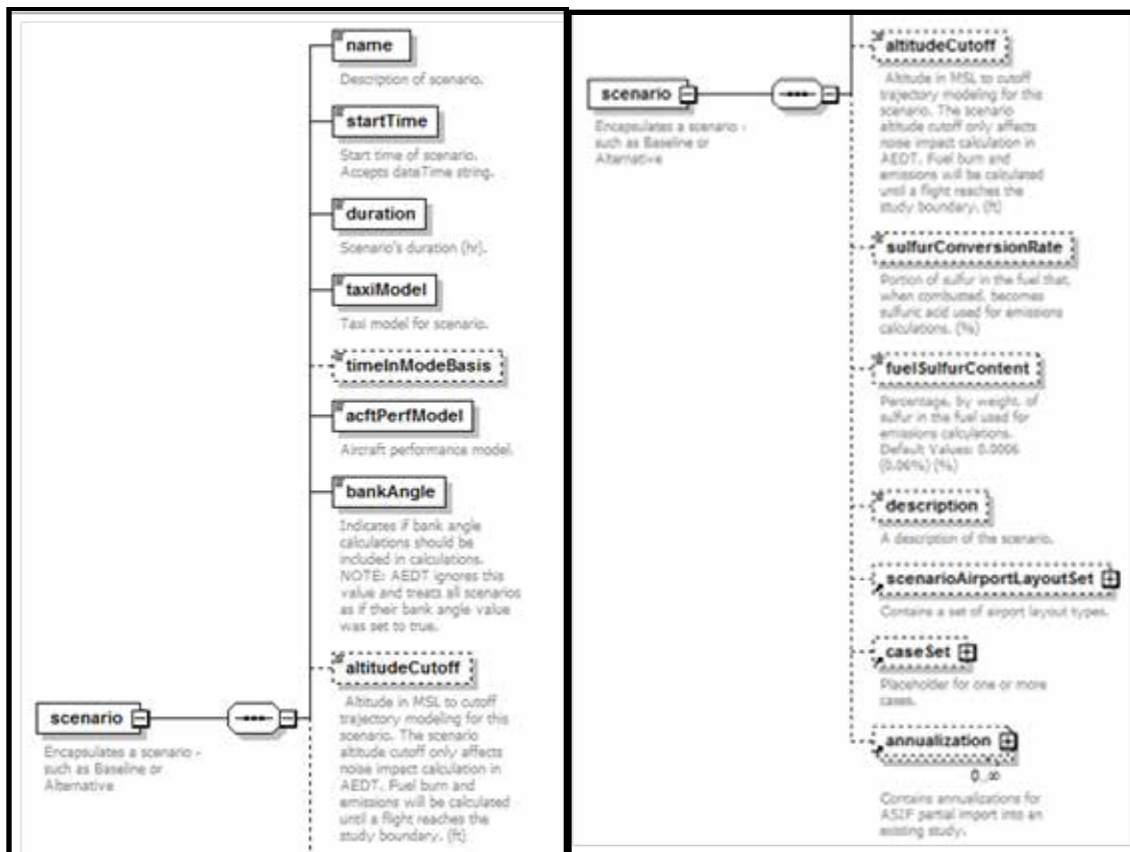

Figure 51. XML element scenario
6. AsifXml/study/scenario (Figure 51):